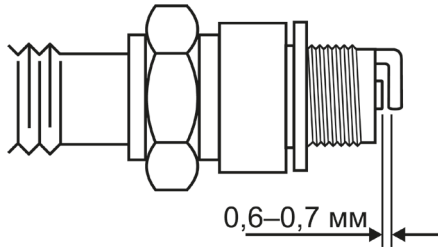

Рисунок 19. Зазор між електродами.
4. Спеціальним щупом виміряти зазор між електродами свічки (якщо необхідно, виставити зазор 0,6–0,7 мм, обережно підгинаючи бічний електрод) (рис. 19).